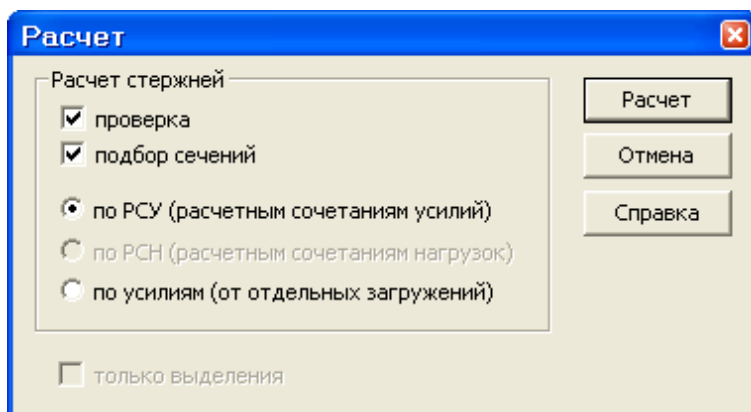

Рис.12.27. Диалоговое окно Расчет
- Для выполнения подбора и проверки назначенных сечений, с помощью меню **Расчет** ⇒ **Выполнить Расчет** (кнопка  на панели инструментов) вызовите диалоговое окно **Расчет** (рис.12.27).